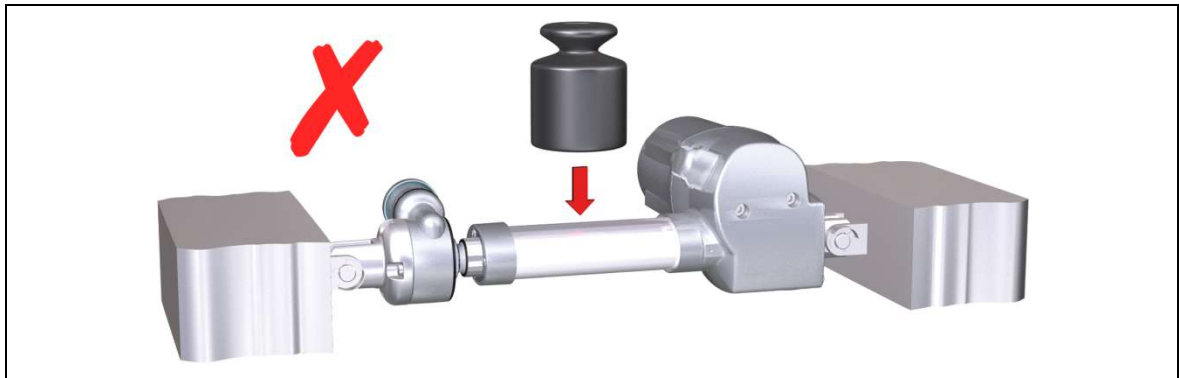

Abbildung 18 Auswirkung der Einbaulage
- ▶ Die Ausruckkraft erhohet sich, wenn z. B. die Antriebseinheit mit einer Querkraft von anderen Anbauteilen beaufschlagt wird, diese kann weit oberhalb der Spezifikation liegen. (Abbildung 18 zeigt eine waagrecht eingebaute Antriebseinheit, die mit einer Querkraft belastet wird.)